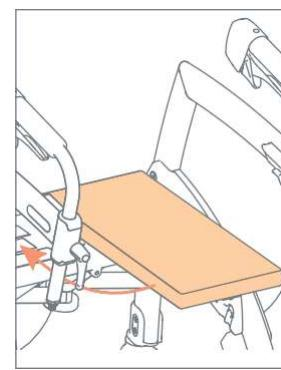

Figura 12: Retirar el cojín y colóquelo en el asiento.
- c. Retire el cojín del asiento y colóquelo derecho sobre el asiento (**Figura 12**).